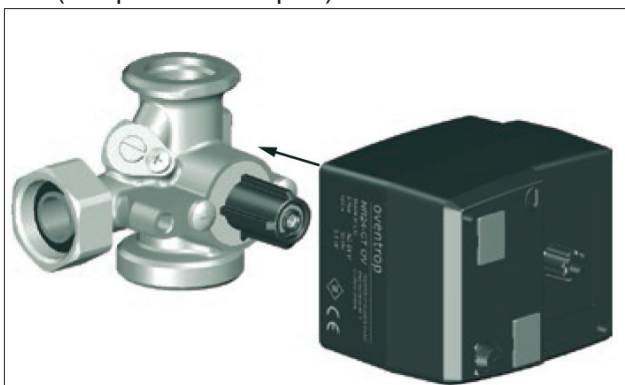

Рис. 4: Установить сервомотор
4. Надеть сервомотор (поз. 3, рис. 1 на стр. 7) на адаптер (см. рис. 4 на стр. 10).